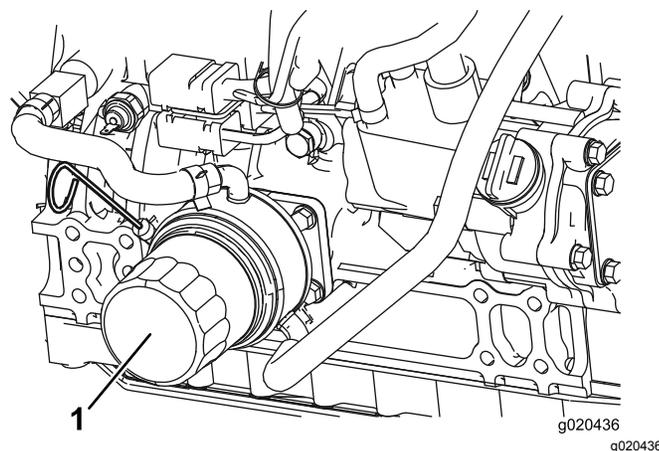

Рисунок 49
2. Снимите масляный фильтр (Рисунок 49).